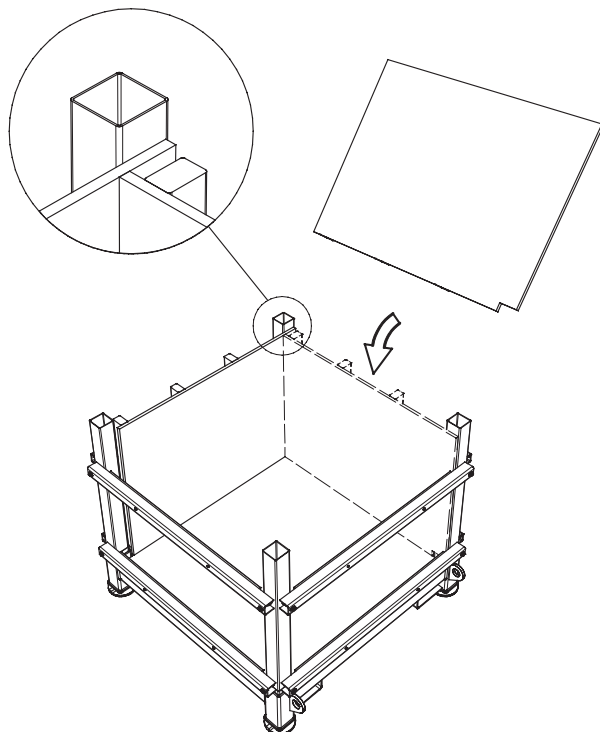

Figure 20. Positionnement des planches latérales.
- 4.3. Placez les quatre unités d'assemblage de la Plaque latérale en béton l'une après l'autre sur la Plaque de base située dans la Base, avec la rainure tournée vers le bas et les lattes en bois s'appuyant contre les Supports de coffrage, voir Figure 20. Assurez-vous de placer toutes les unités en chevauchement afin que toutes les unités de la plaque latérale obtiennent le même support lorsqu'elles s'appuient contre les Supports de coffrage.